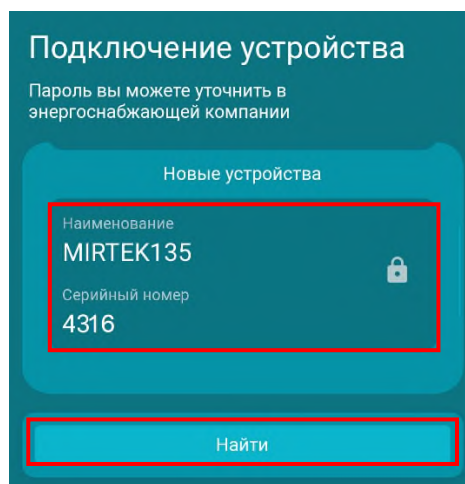

Рисунок 5.1. Пример поиска устройств в *МИРТЕК: мобильный учет*.
5.6 Нажмите кнопку *Найти*. Появится список всех устройств Миртек, доступных для подключения по Bluetooth. Выберите ваш ВПУ из списка нажав на строку с его обозначением: *MIRTEK135* и последние цифры номера ВПУ, рис. 5.1.